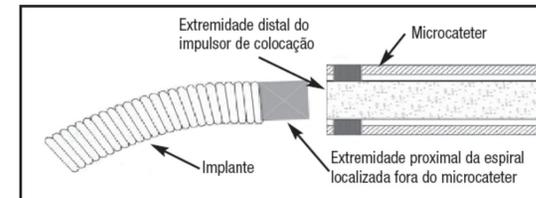

Figura 5 – Separação da espiral
- Depois de confirmada a separação, puxe totalmente o sistema de colocação para fora do microcateter. Talvez seja necessário avançar ligeiramente o impulsor de colocação (a extremidade distal do impulsor de colocação ultrapassa ligeiramente o marcador da ponta do microcateter) para garantir que nenhuma parte da espiral permaneça no microcateter. Consulte a Figura 5.